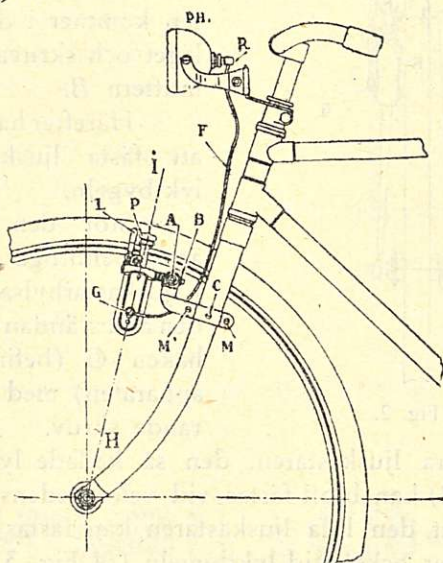
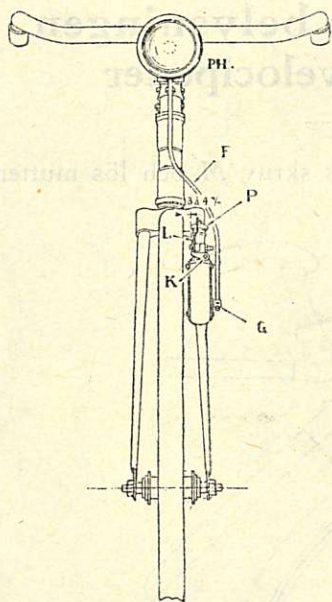

Fig. 1.
Fig. 2.
Borttag fastgöringsbygelns skruv  $M$  och lös muttern  $M^1$  (Fig. 1).
Skruva till skruven *C*, som befinner sig på den stora fastgöringsbygeln, (Fig. 1) emot gaffeln, så att ämneskontakt erhålles, genom att skruvens spets tränger genom emaljen och kommer i direkt beröring med järn.
läge och driftskivan bör vara 3—4 m/m från hjulringen (se fig. 2). Om så icke är fallet, bör man löstaga muttern *B* (Fig. 1.) Vrid sedan upphängningsaxeln medels armen *K* tills apparaten kommer i det önskade läget och skruva därpå fast muttern *B*.
Den stora ljuskastaren, den så kallade lyxmodellen, (Fig. 1 och 2) kan blott fästas vid velocipedens lyktbygel, under det att den lilla ljuskastaren kan fästas direkt vid apparaten eller också vid lyktbygeln (se Fig. 3).
**Att beakta.** Om apparatens fastgöringsbygel icke är försedd med kontaktskruven C (Fig. 1), så bör man, för att ernå ämneskontakt, fila bort emaljen från velocipedgaffeln därest den lilla bygeln kommer att vila.